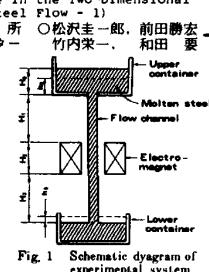

Fig. 1 Schematic diagram of experimental system.
2. 基礎と方法 実験装置の概要をFig. 1に、実験条件をTable 1にそれぞれ示す。溶鋼は上部容器から耐火物製の扁平流路を通して下部容器へ流出する。流路長さ方向の中央部に流路を垂直に横切る磁界を与えた溶鋼に電磁力を付与した。流量は上部容器の重量変化をロードセルにて測定し算出した。最初に磁場を印加せずに溶鋼を流出させ流路の抵抗係数を求め、次に直流磁界を与えて流動抵抗の増加を測定し、これを電磁ブレーキの効果として取り出した。